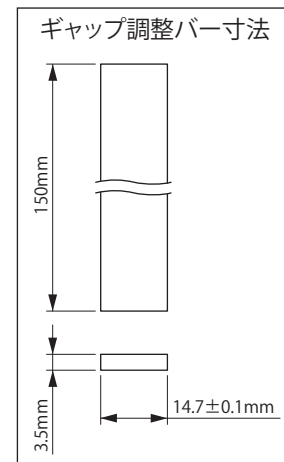

図 8-43
- (3) アウターディスク⑭とセンターリング①の間から、ギャップ調整バー (お客様で角板をご準備ください。図 8-43 参照) をギャップ調整ネジ②の溝に差し込んでください。